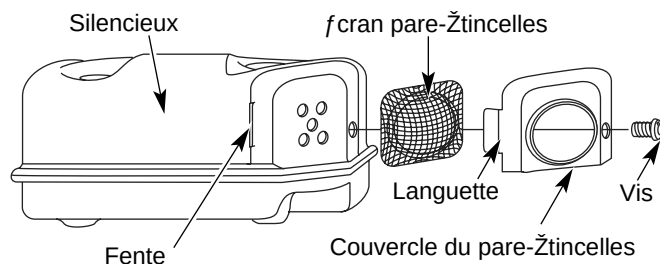

Fig. 41
2. Retirez la vis retenant le couvercle du pare-étincelles au silencieux à l'aide d'un tournevis à lame plate ou à manche no. T-20 Torx (Fig. 41).